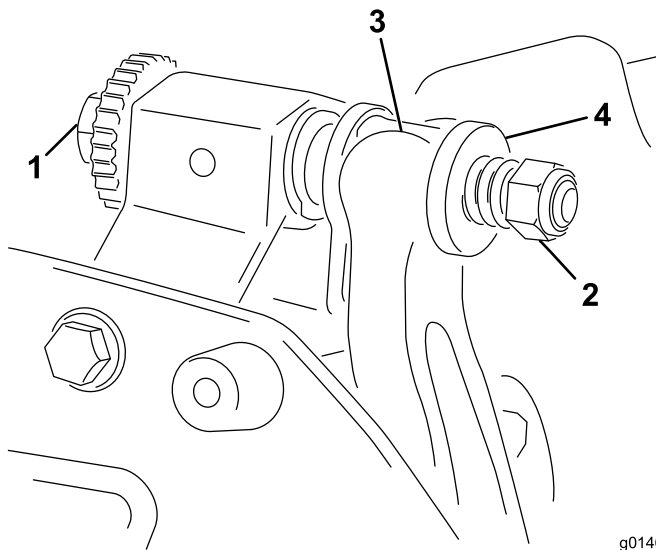

Figura 18
1. Rode o parafuso de ajuste da barra de apoio no sentido contrário ao dos ponteiros do relógio, para afastar a lâmina de corte do cilindro (Figura 18).
2. Faça recuar a porca da mola tensora até que a anilha deixe de estar sob tensão contra a barra de apoio (Figura 18).
1. Instale a barra de apoio, posicionando as aletas de montagem entre as anilhas e o parafuso de ajuste da barra de apoio (Figura 18).